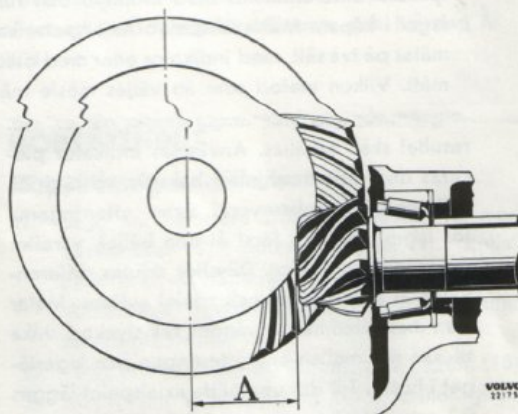

Bild 24. Pinjongens läge.
- Pinjongen skall ha ett visst nominellt mått (A bild 24) till kronhjulets centrumlinje. På grund av toleranser i tillverkningen uppstår avvikelser från det nominella måttet. Detta anges på det slipade planet på pinjongen med en siffra försedd med plus- eller minustecken. Står det plus-tecken framför siffran skall det nominella måttet ökas och vid minustecken minskas det nominella måttet. Den på pinjongen angivna siffran anger avvikelsen i tusendels tum och måste vid justeringen först omräknas till mm, se förvandlingstabell.